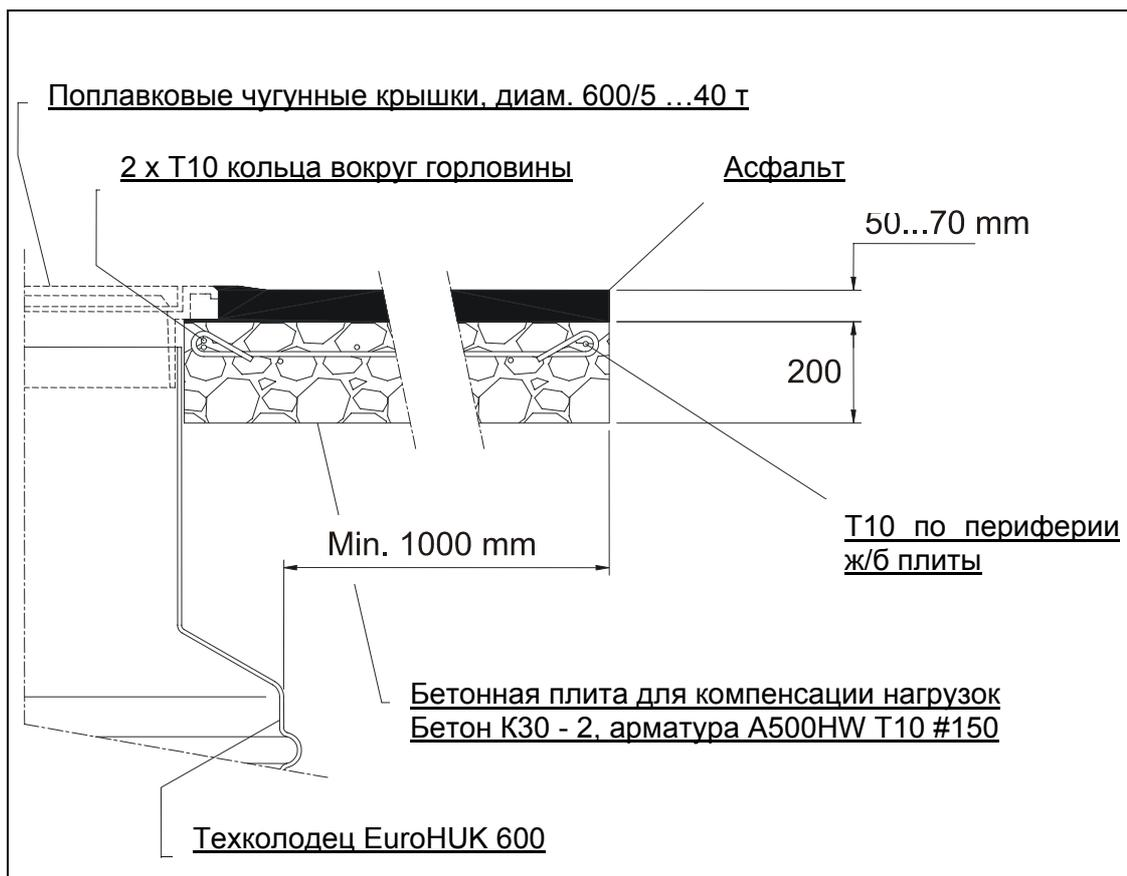

Рис. 3. Конструкция несущей плиты.
3. Установите колодец для отбора проб EuroNOK на фундаментную плиту или на слой песка и, для достижения устойчивости колодца, залейте в него воду на высоту в 20 см рис. 3.
10. Для компенсации нагрузки в зоне прохождения среднего и тяжелого транспорта необходимо залить железобетонную плиту и залить слой асфальта (см. *рис. 3*).